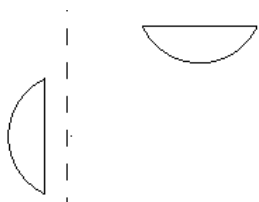

图 3.14.20 旋转
- ☒ 旋转 单选项：用于设置旋转指定的图素，如图 3.14.20 所示。